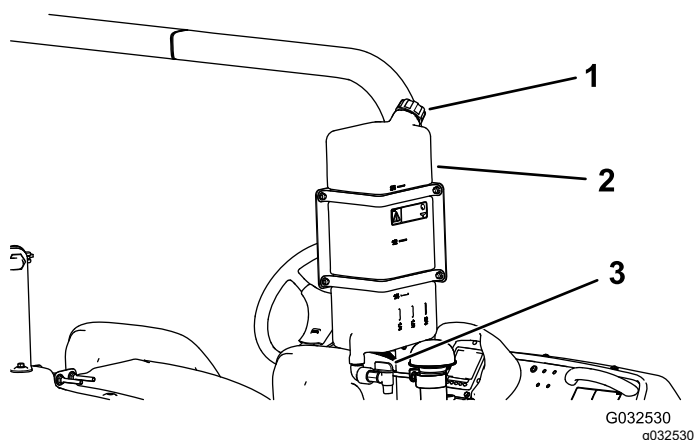

Рисунок 31
- Чтобы заполнить бак, отверните крышку в верхней части бака и залейте в него свежую воду, затем затяните крышку (Рисунок 31).
- Чтобы открыть кран бака свежей воды, поверните рычаг на кране (Рисунок 31).